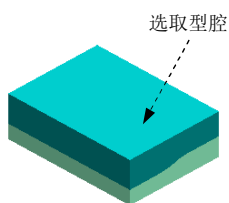

图 1.17 选取移动对象
(1) 创建爆炸图。选择下拉菜单“装配(A)”→“爆炸图(X)”→“新建爆炸图(N)...”命令, 系统弹出“新建爆炸图”对话框, 采用系统默认的名称, 单击“确定”按钮。
(2) 编辑爆炸图。选择下拉菜单“装配(A)”→“爆炸图(X)”→“编辑爆炸图(E)...”命令, 系统弹出“编辑爆炸图”对话框; 选取如图 1.17 所示的型腔为移动对象; 选中“移动对象”单选